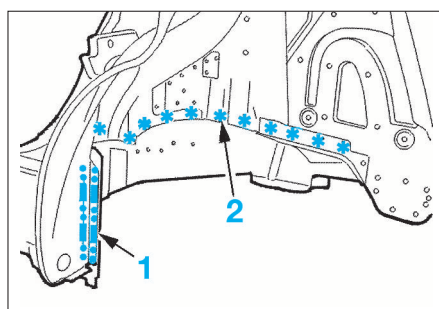

FIG. 75
- Meuler les points de soudure électrique (1) (Fig.75).